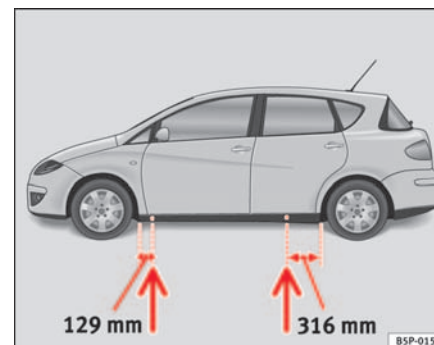

Fig. 167 Puntos de apoyo del gato
- Busque en el larguero inferior del vehículo el punto de apoyo mas cercano a la rueda pinchada ⇒ **página 241, fig. 167.**
En el larguero inferior van marcados los lugares en los que se puede apoyar el gato ⇒ **página 241, fig. 167.** Se ha previsto un lugar para cada rueda. El gato no debe colocarse en otros lugares.